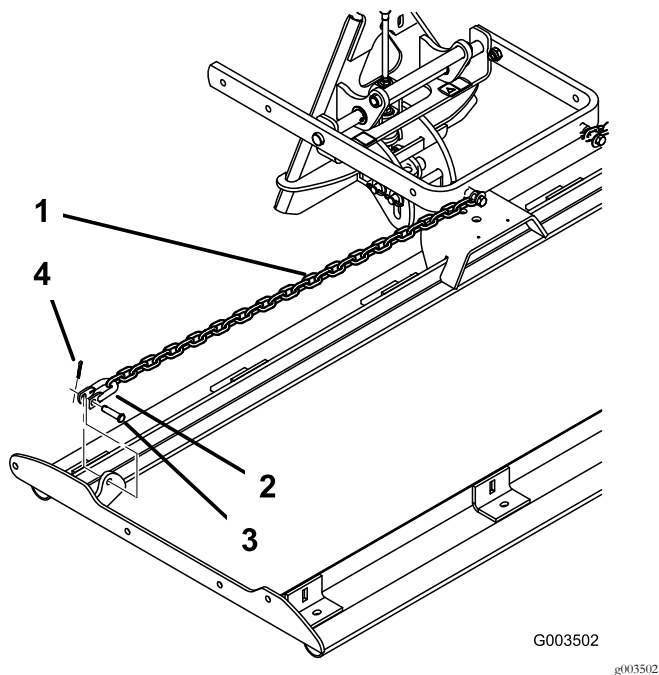

Figura 5
3. Avvitare un anello di trazione attraverso l'anello inferiore di ciascuna catena sul braccio di sollevamento (Figura 5).